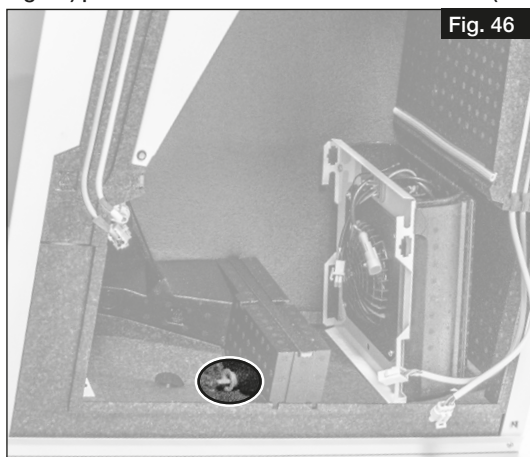

Fig. 46
① **Si la récupération de froid est activée, il faut retirer le bouchon situé sur la partie inférieure de l'appareil (voir Fig. 46) pour assurer l'évacuation des condensats (voir chapitre 4.3 « Montage du siphon à boule »).**